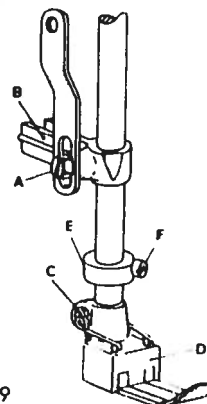

Fig. 9
7. Montaggio e regolazione del piedino (fig. 9)